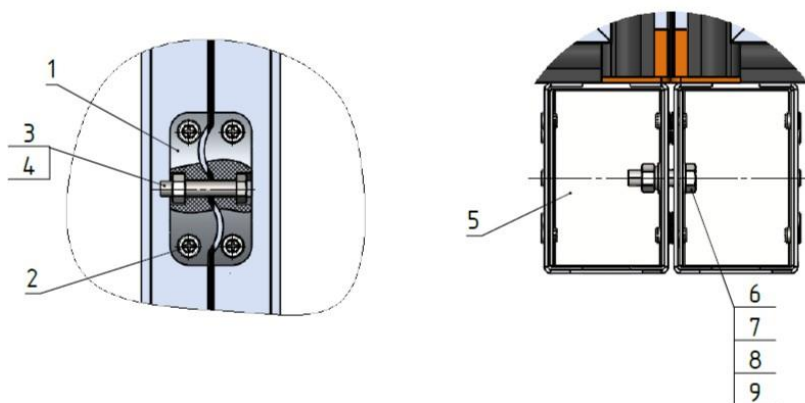

Рисунок 4.1 – Соединение секций
4.1.3. Секции соединяются согласно схеме («формуле») кондиционера прилагаемым крепежом. При неровностях опорной поверхности и несовпадении стыковочных отверстий в кронштейнах, стыкуемые секции необходимо предварительно выровнять, используя подкладки под основание. Затяжку винта на стяжках и болтовых соединений на опорах производить равномерно, в 3-4 обхода с постепенным наращиванием силы до величины не более 1кгс/м, не допуская деформации опор и достигнув равномерного сжатия пластикового профиля 6 до 5мм по всему периметру соединения. (См. рисунок 4.1)